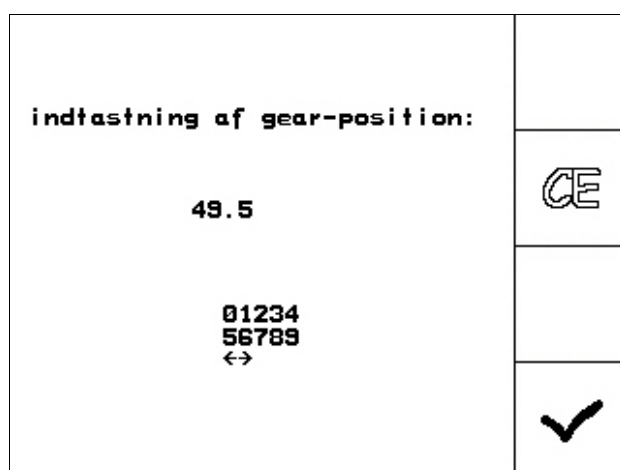

Fig. 49
-  Bekræft indstillingen og indtast den værdi, som håndtaget viser på skalaen i menuen (Fig. 49).